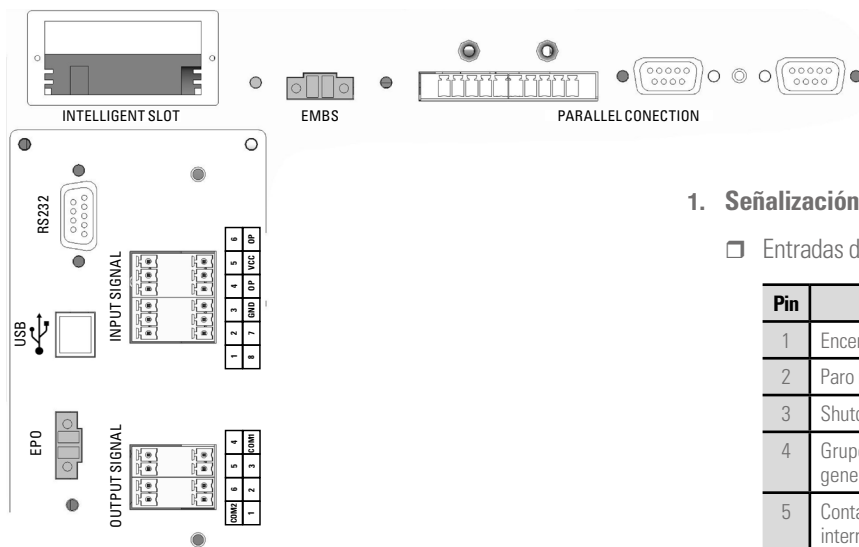
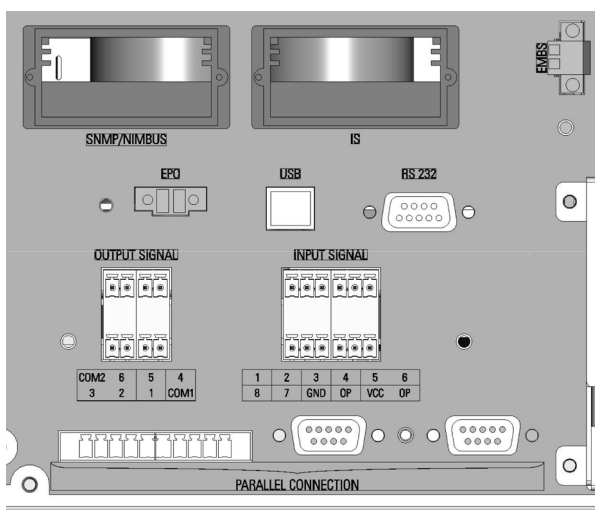

Fig. 19. Detalle de la Interface externa y comunicaciones equipos versión torre.
Fig. 20. Detalle de la Interface externa y comunicaciones equipos versión rack.
La interfaz del equipo con el exterior consta de diversas señales dedicadas de entrada y de salida, y de diferentes puertos y slots de comunicaciones, tal como muestra las Fig. 19 y Fig. 20:
- Puertos paralelo (ver Parallel Connection Fig. 19)
El conmutador de bypass manual del equipo (**Q5**) dispone un micro interruptor colocado detrás de su bloqueo mecánico. Este contacto normalmente abierto está extendido hasta una regleta de dos bornes (**EMBS**) situada detrás del equipo (ver Fig. 19 y Fig. 24) e internamente conectado al propio control del SAI.
El SAI dispone de dos bornes para la instalación de un pulsador externo de Paro de Emergencia de Salida -EPO- (Fig. 19).